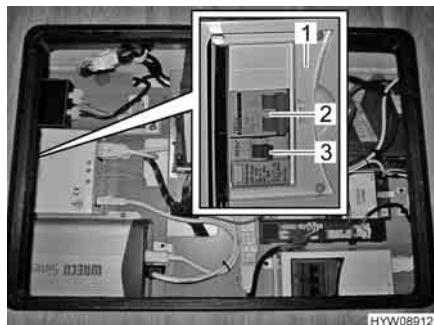

Fig. 117 Scatola dei fusibili supplementare
Le prese sono protette da un interruttore di sicurezza (Fig. 117,2) e da un interruttore di sicurezza per correnti di guasto (Fig. 117,3) in una scatola dei fusibili (Fig. 117,1) aggiuntiva.
- Se il veicolo è collegato all'alimentazione a 230 V, premere il tasto di controllo sull'interruttore di sicurezza per correnti di guasto (Fig. 117,3). L'interruttore di sicurezza per correnti di guasto (FI) deve scattare.